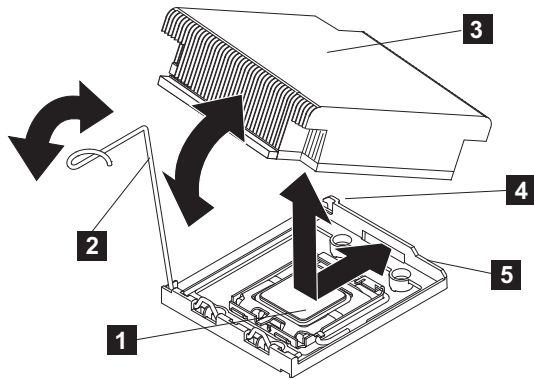

図 264. SAN ポリューム・コントローラー 2145-CG8 または 2145-CF8 マイクロプロセッサへのヒートシンクの取り付け
8. 299 ページの図 264 に示すように、マイクロプロセッサの上部でヒートシンクを位置合わせします。